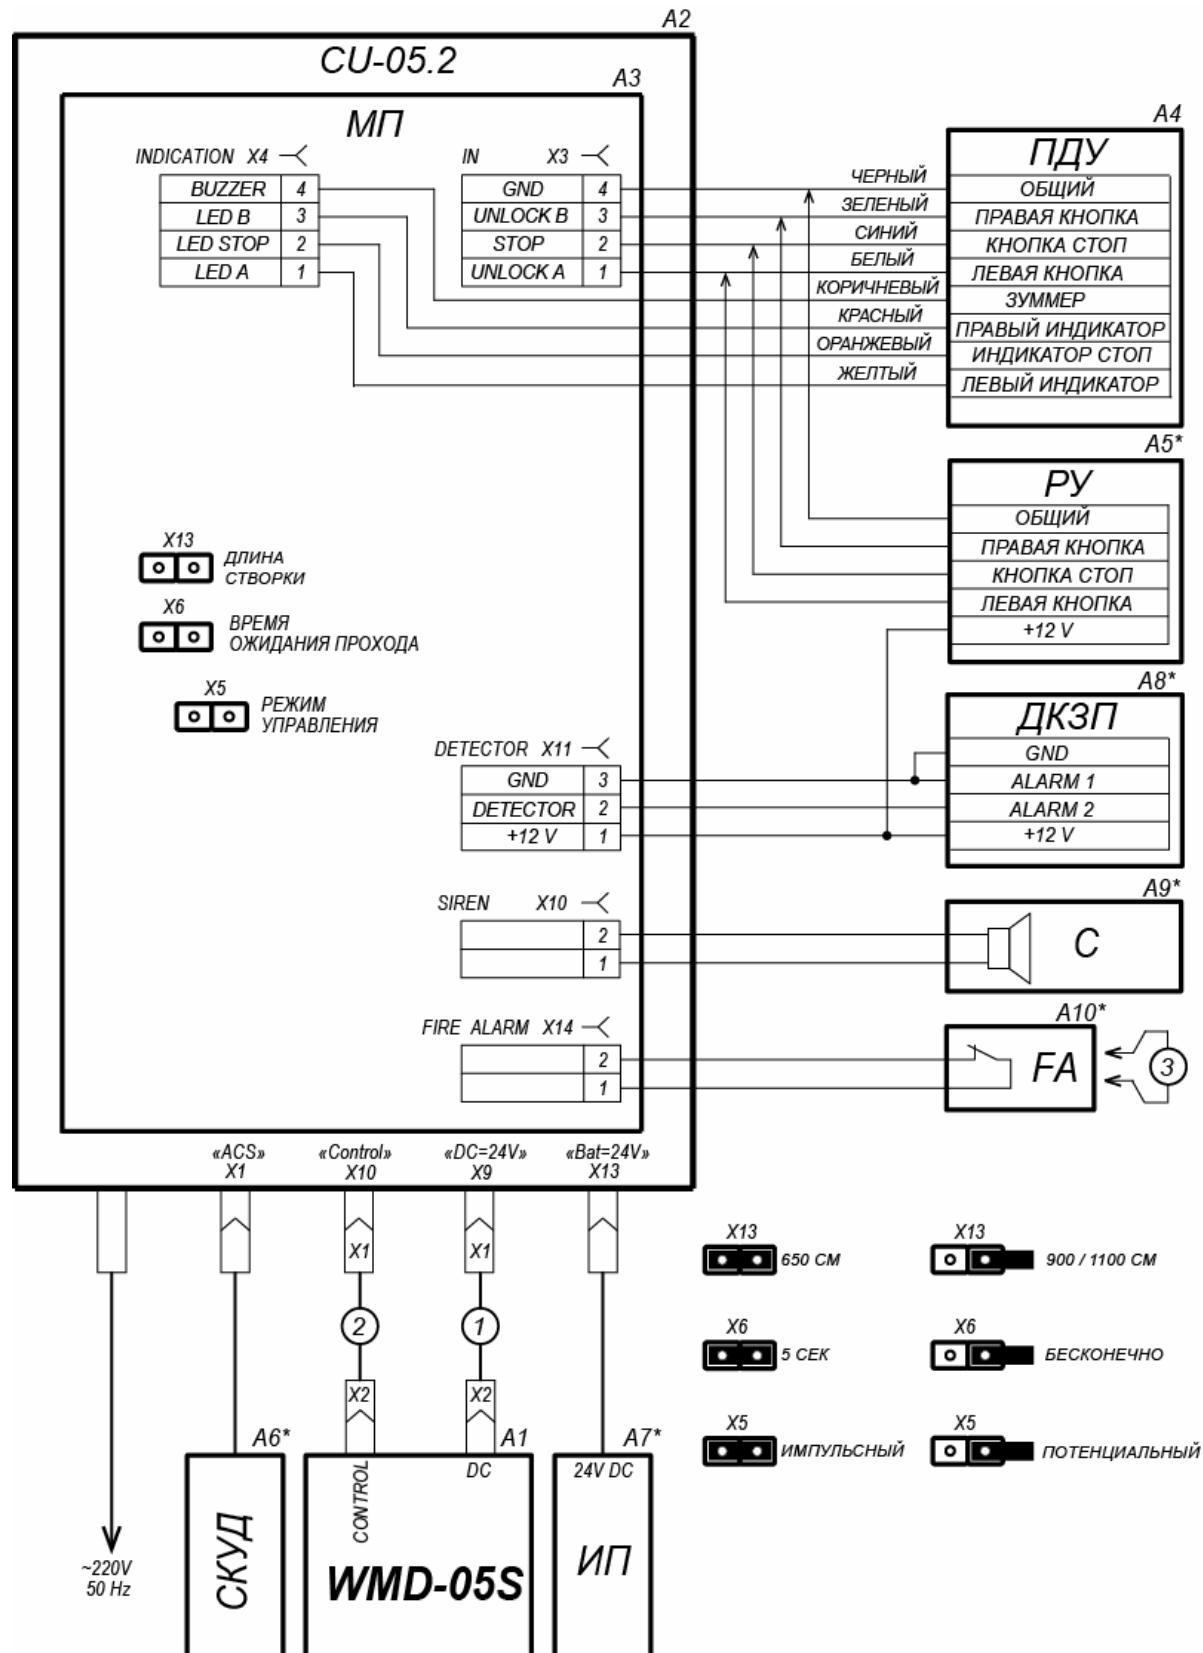

Рисунок 7. Схема подключения калитки¹
- кабель питания (11) к разъему «DC=24V»;
- кабель ПДУ (12) протяните через предназначенный для него кабельный ввод внутрь блока управления и подключите к клеммным колодкам **X3** и **X4** модуля процессорного в соответствии с рис. 5 и рис. 7.
11. Подключите устройство, подающее сигнал аварийной разблокировки для чего: протяните кабель через кабельный ввод «ALARM» внутрь блока управления, снимите перемычку с клеммной колодки **X14** модуля процессорного и подключите кабель в соответствии с рис. 5 и рис. 7.